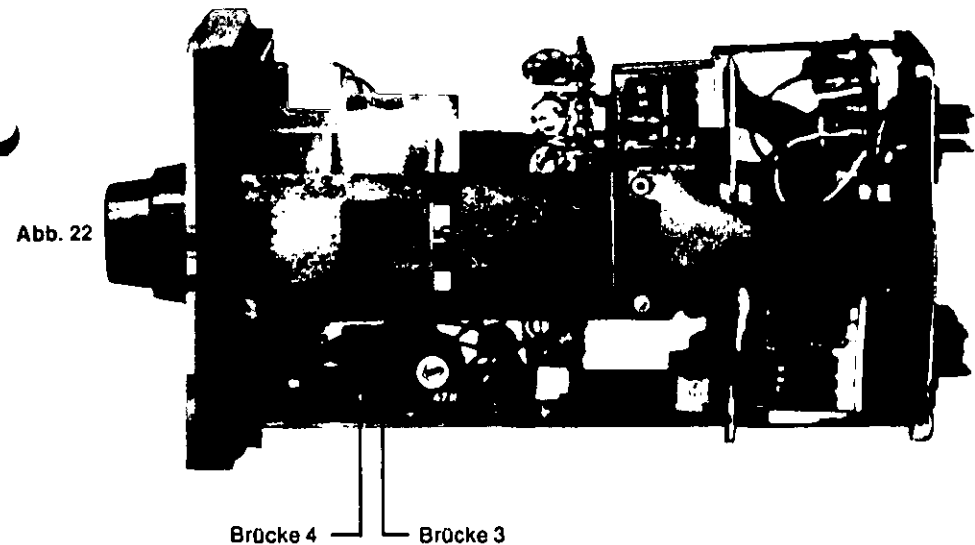

Abb. 22
② Die Brücken 3 und 4 sind werkseitig geschlossen (re14k-Kurzzeitrückführung). Zur Änderung in re14l-Langzeitrückführung werden beide Brücken geöffnet (Abb. 22).